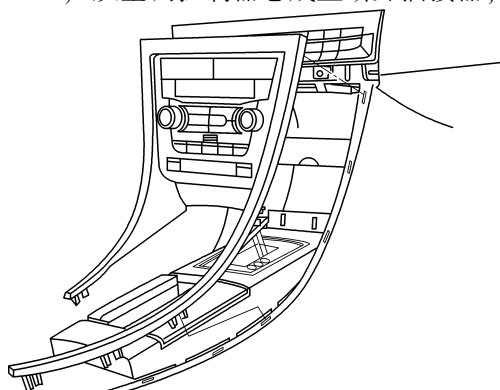

图 2-12 拆下中控台面板饰条
- 3) 松开 9 个将中控台面板饰条固定到中控台上的夹子，拆下中控台面板饰条，如图 2-12 所示。